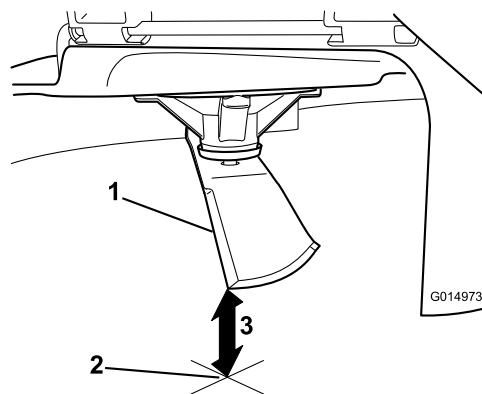

Figura 72
3. Misurate dalla punta della lama alla superficie piana (Figura 72).